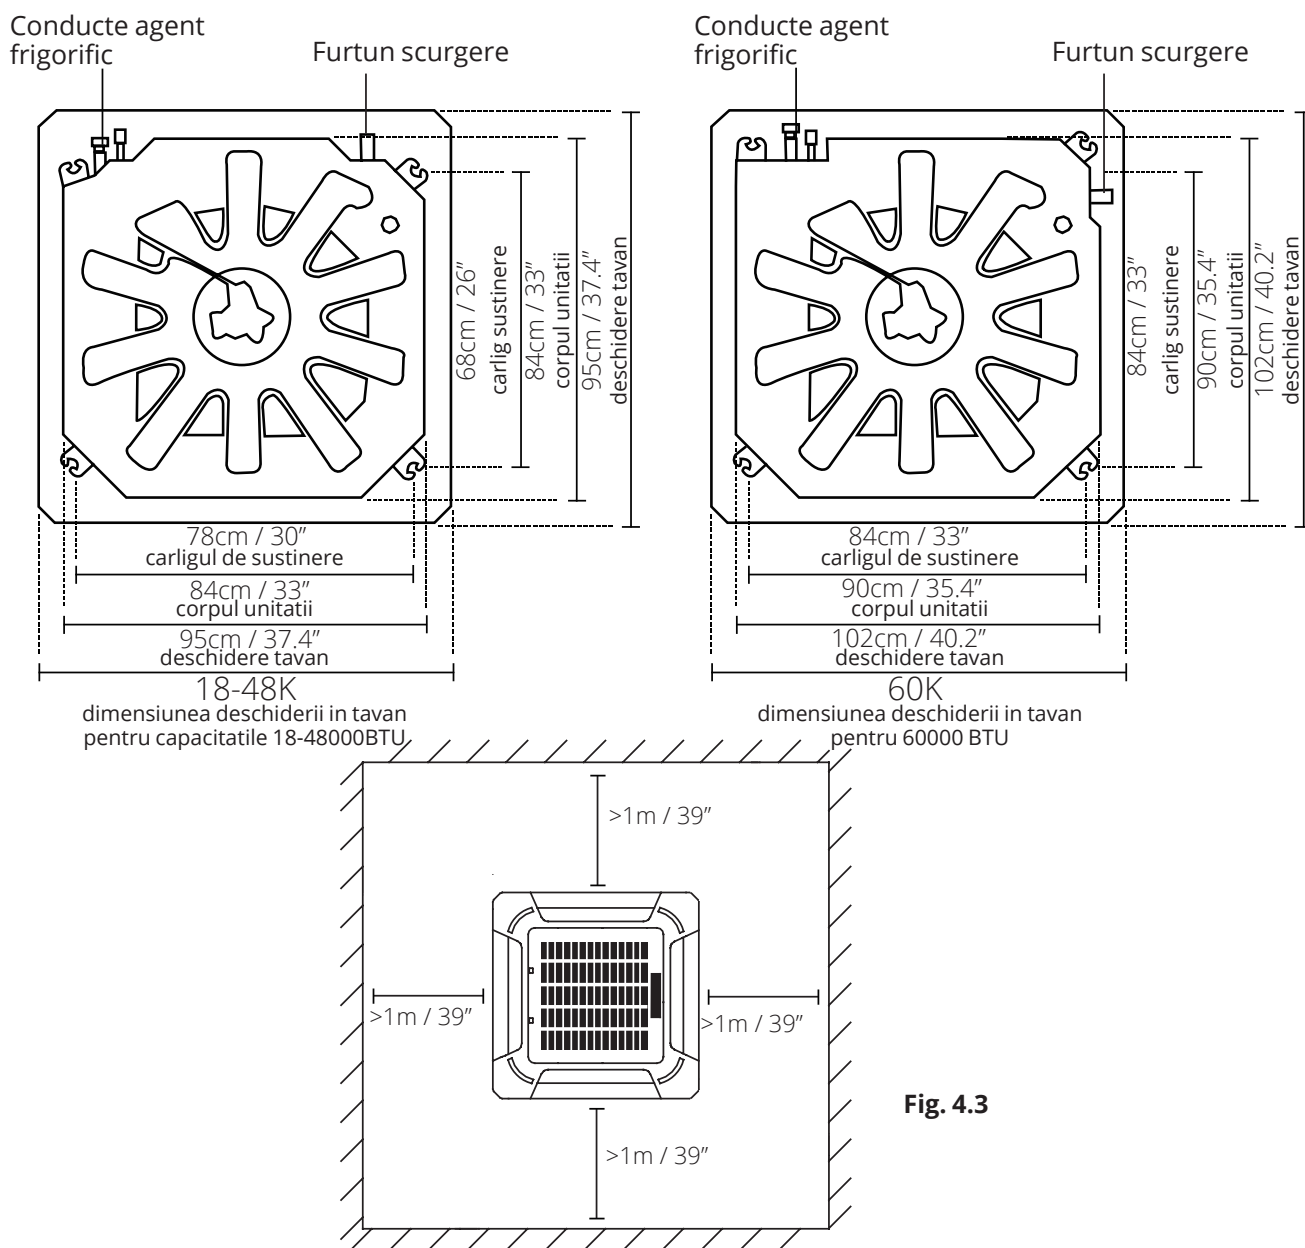

Fig. 4.3
1. Utilizati sablonul din carton pentru a taia plafonul fals conform dimensiunilor necesare, lasand liber cel putin 1m pe fiecare parte. Dimensiunea taiata va fi cu 4cm mai mare decat dimensiunile unitatii interioare (Fig 4.3). Marcati zonele in care veti face gaurile pentru carligele de tavan.